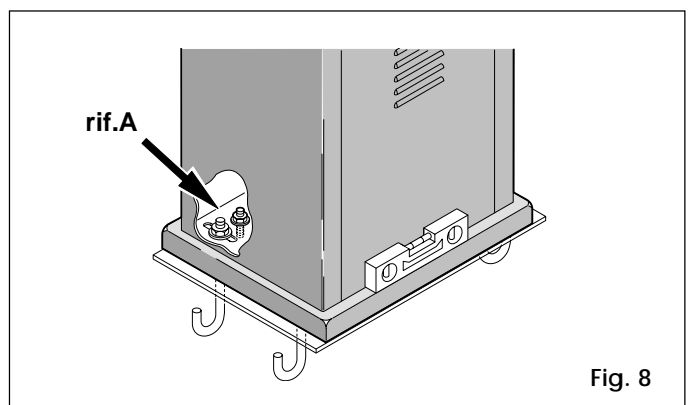

Fig. 8
- 2) Introducir los tornillos de regulación en la base del motorreductor (fig. 8 ref. A).
Una vez instalada la cremallera, para garantizar el engrane correcto con el piñón, es conveniente bajar el motorreductor alrededor de 4 mm (fig. 12) registrando los tornillos de nivel (fig. 8 ref. A).